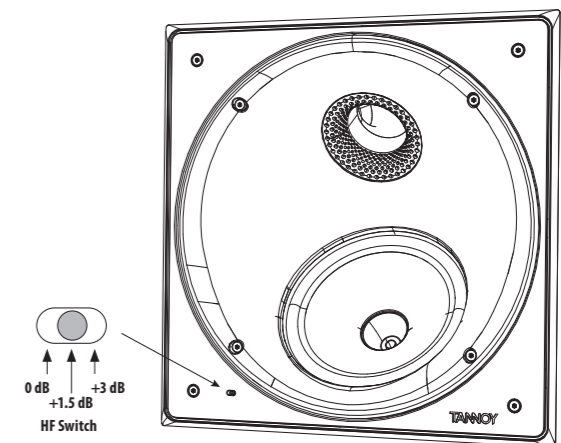

Fig. 10. HF Switch Positions
1. El conmutador HF tiene tres posiciones, siendo 0 dB plano. Ajuste según sea necesario para adaptarse a la posición de la habitación y las condiciones acústicas (Fig. 10).